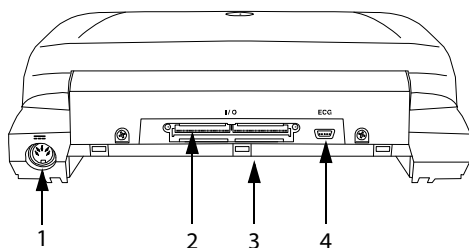

Figure 2-2 Connecteurs situés à l'arrière de l'échographe : (1) fiche d'alimentation CC, (2) connecteur E/S, (3) batterie et (4) connecteur ECG
- 1 Connectez le câble CC de l'alimentation électrique au connecteur situé sur l'échographe. Reportez-vous à la section Figure 2-2, à la page 2-2.